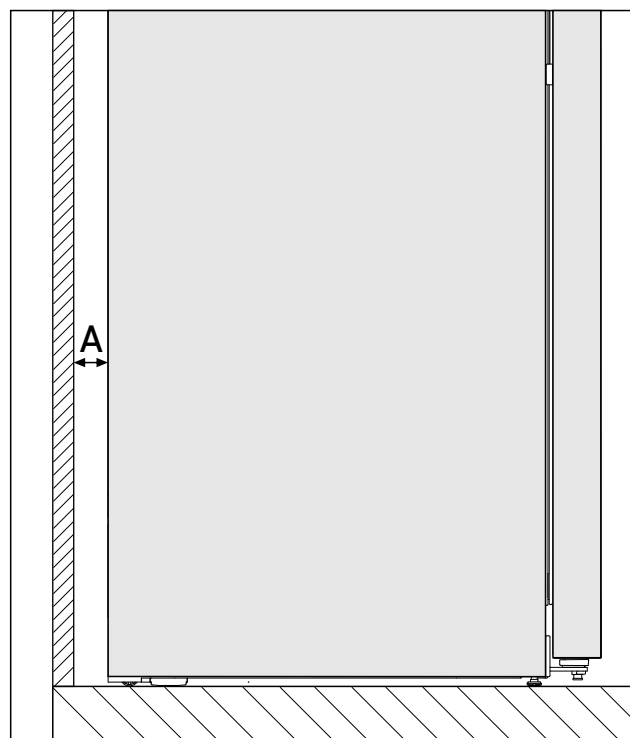

Fig. 2 *
Spotřeba energie byla zjištěna s ohledem na vzdálenost od stěny Fig. 2 (A) mezi zadní stranou spotřebiče a stěnou. Pokud je vzdálenost od stěny menší než Fig. 2 (A), nemá to žádný vliv na funkčnost spotřebiče, avšak při menší vzdálenosti od stěny se mírně zvýší spotřeba energie.